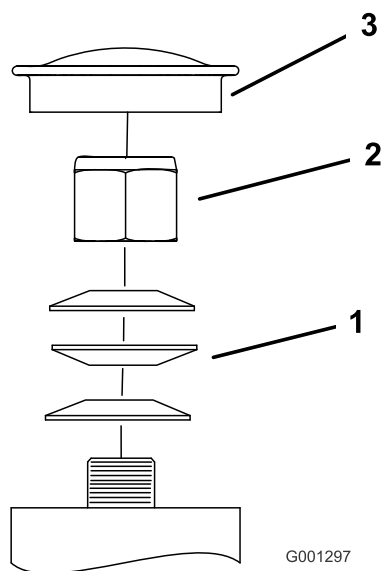

Figura 68
3. Retire el tapón guardapolvo de la rueda giratoria y apriete la contratuerca (Figura 68).
4. Apriete la contratuerca hasta que las arandelas de muelle estén planas, luego afloje la contratuerca 1/4 de vuelta para establecer la pre-carga correcta de los cojinetes (Figura 68).
Importante: Asegúrese de que las arandelas de muelle están correctamente instaladas, según se muestra en Figura 68.
5. Coloque el tapón anti-polvo (Figura 68).